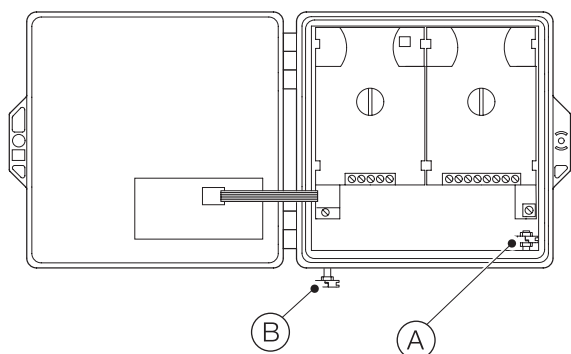

Figura 9 Ligações à terra do AWT210
Tendo por referência a Figura 9, existem ligações à terra: internamente (A) e externamente (B).